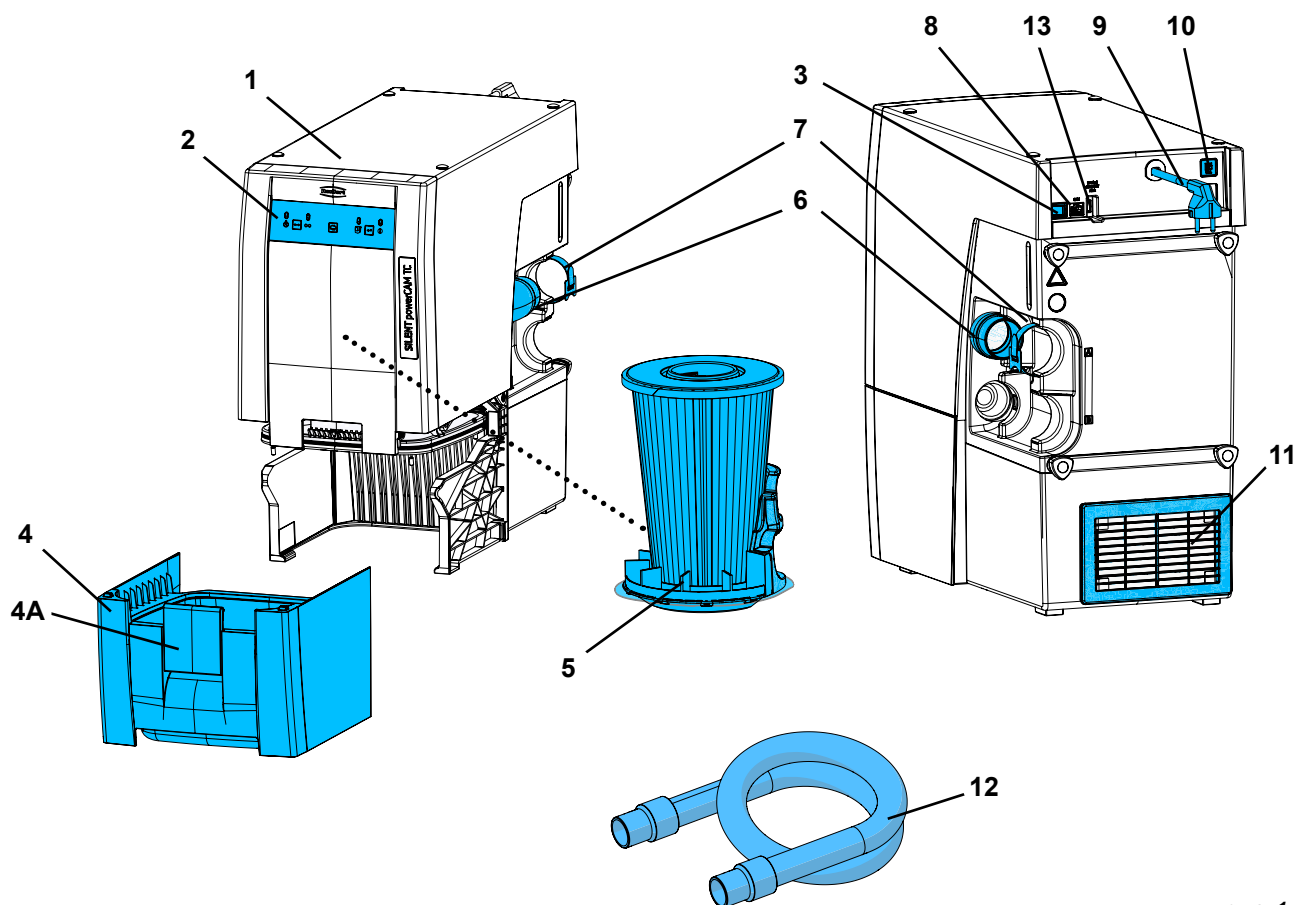

рис. 1
- выходу отработанного воздуха (11, рис. 1) ничего не препятствовало;
- Отверстие на задней стенке шкафа (В), мин. 250 x 120 мм, непосредственно напротив выхода отработанного воздуха (11, рис. 1).
- ⇒ Оборудование следует выключать с помощью переключателя вкл. / выкл. (3, рис. 1).
- ⇒ Сетевой кабель (9, рис. 1) следует развернуть и вставить штекер в розетку электросети здания.